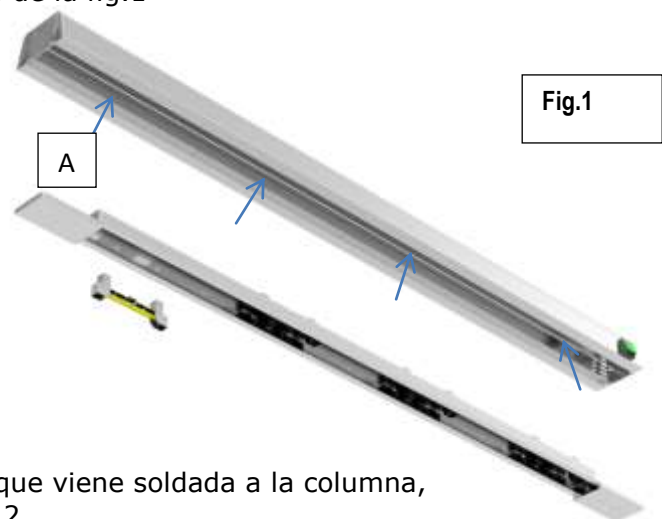

Fig.1
- 1 Colocamos los halógenos, o los fluorescentes (en el caso de pantallas solamente de luz). Si necesitásemos acceder a las conexiones eléctricas de estos, tan solo quitaremos la parte interior de la pantalla, aflojando los tornillos indicados con el Punto (A). de la fig.1